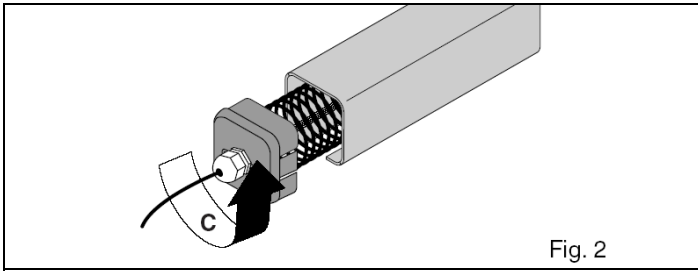

Fig. 2
**VIGYÁZAT:** (Fig.2) A spirál kábelt előre be kell töltenie: vegye ki a fejrészt, és forgassa el az óramutatóval ellentétes irányba, amennyit a táblázat „C” oszlopa mutat.